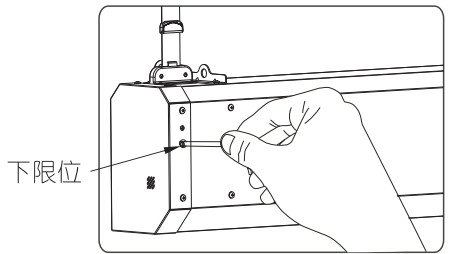

图 25
- 调节牵引索电机下限位时，先将下限位调节孔⑧胶塞拔出来，再将内六角调整匙插入孔内（如图 25），并将遥控器处于学习状态，按牵引索上行键（**⬆** 遥控电子定位）顺时针旋转内六角调整匙时，银幕上升（银幕离安装位置距离减小）。逆时针旋转时，银幕下降（银幕离安装位置距离增大）。